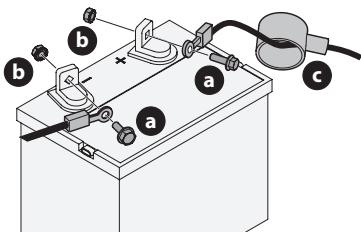

Figura 18
1. Retire la cubierta plástica, si está presente, del borne positivo de la batería. Conecte el cable rojo al borne positivo de la batería [+] utilizando el perno (a) y la tuerca hexagonal (b) (Figura 18).
2. Coloque el capuchón de goma rojo (c) sobre el borne positivo de la batería [+] para protegerlo contra la corrosión (Figura 18).
3. Retire la cubierta plástica, si está presente, del borne negativo de la batería y conecte el cable negro al borne negativo de la batería (-) utilizando el perno (a) y la tuerca hexagonal (b) (Figura 18).